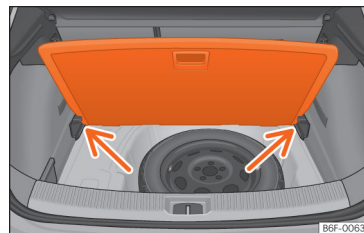

Fig. 146 Piso variável da bagageira: posição inclinada.
- Apoie o piso sobre os alojamentos previstos para o efeito »» Fig. 146 [setas].